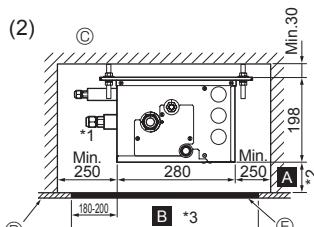
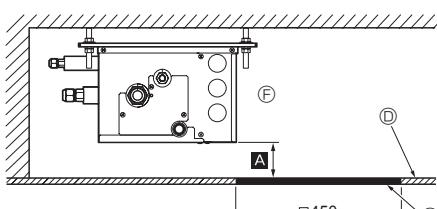

Fig. 4-6
Fig. 4-7
#### (2) Vista laterale (Fig. 4-6, Fig. 4-7)
Se il valore è "□ 450", preparare un foro per la manutenzione sul lato della scheda di circuito stampato (come indicato nella Fig. 4-7), e la distanza Ⓑ deve corrispondere a "300 mm minimo".